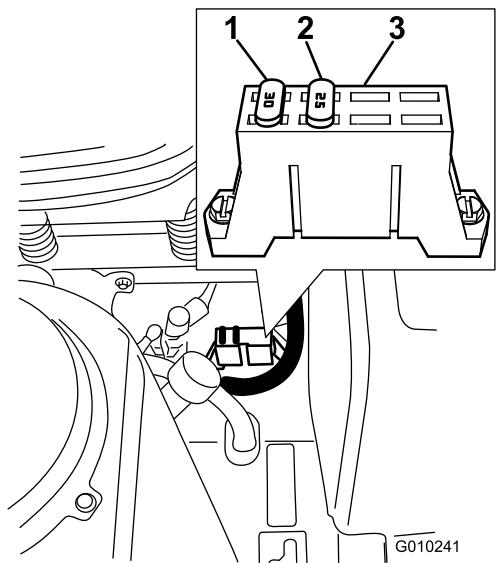

Figure 44
1. Les fusibles sont situés sur la console droite, près du siège (Figure 44).
3. Remplacez le fusible (Figure 44).